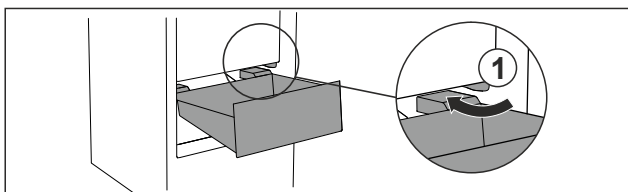

Fig. 87
- ▶ Før skuffen skråt omkring stoppene Fig. 87 (1).